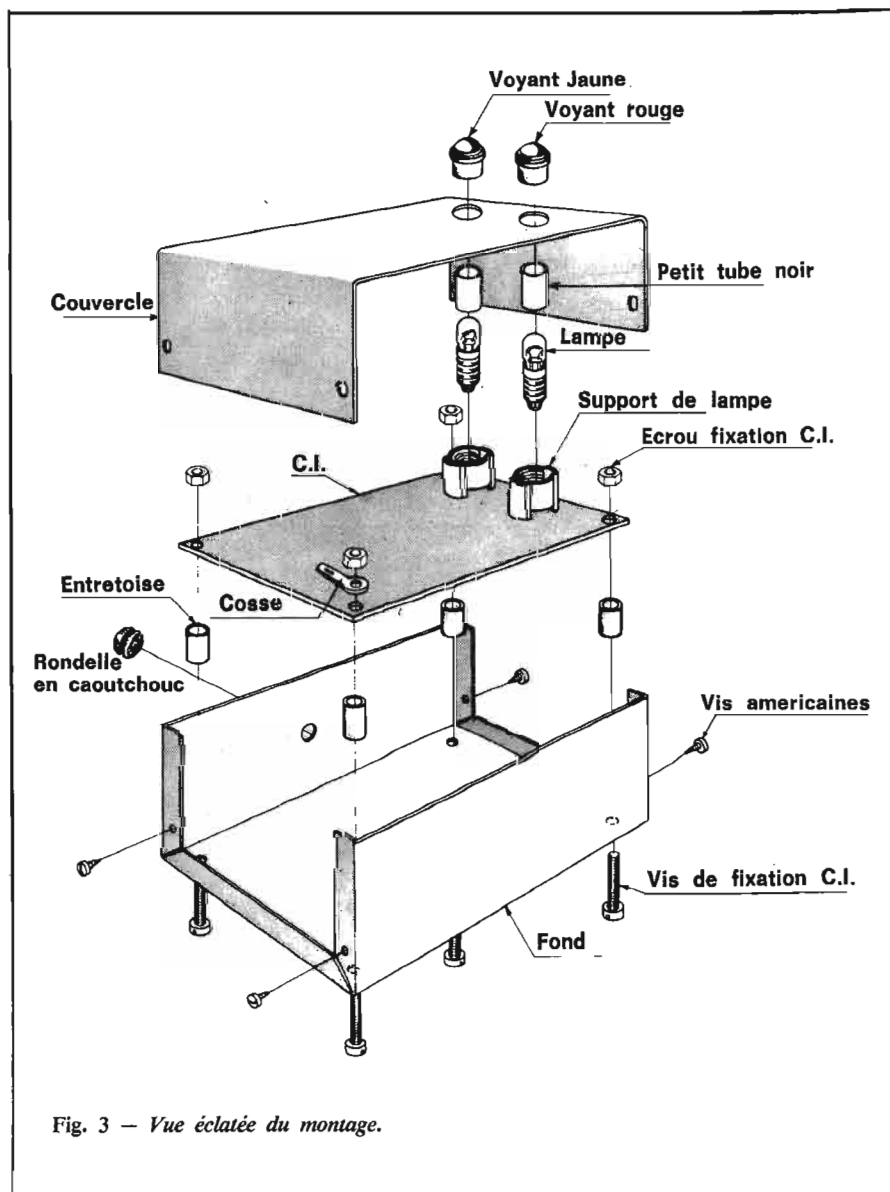

Fig. 3 - Vue éclatée du montage.
cessairement modifier la porteuse « son ». Pour ce faire, on ajoute (Fig. 3) en série avec les circuits accordés sur 39,2 MHz d'autres circuits accordés sur 26 MHz. On ne constate pas de réactions l'un sur l'autre de ces circuits accordés et les deux standards « passent » sans commutation d'aucune sorte si les sélectivités propres sont suffisamment grandes.
- Insérer et souder les deux supports de lampe comme indiqué à la figure 3.
A la figure 3 nous pouvons voir une vue éclatée du clignoteur UK45/A, avec l'emplacement de toutes les parties qui le composent.
- Fixer le circuit imprimé à la partie inférieure du boîtier, en utilisant les quatre vis de 3 x 10, les quatre entretoises et les quatre écrous 3M comme indiqué à la figure 3.